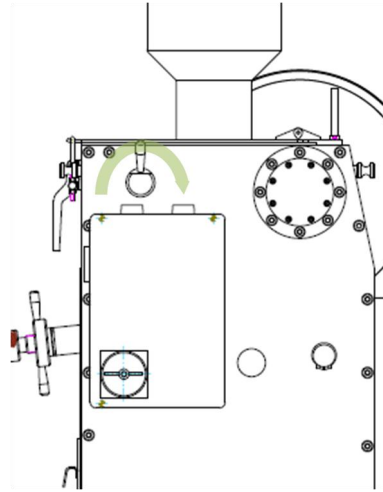

图4-2
3.1.3 转动静颚板销前部缺口与挡板平齐（图4-2、4-3）。